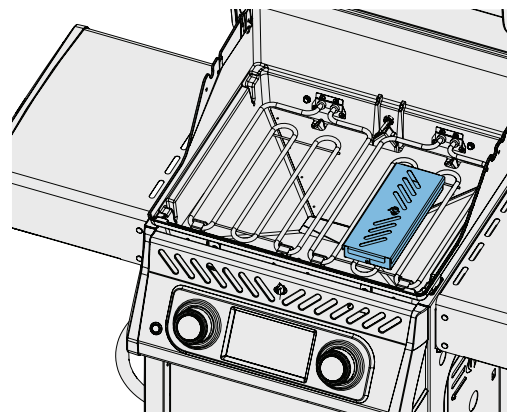

Fig. 6
1. Fjern røgeboksen (hvis den er i brug) og vask den i varmt sæbevand. (Fig. 6)